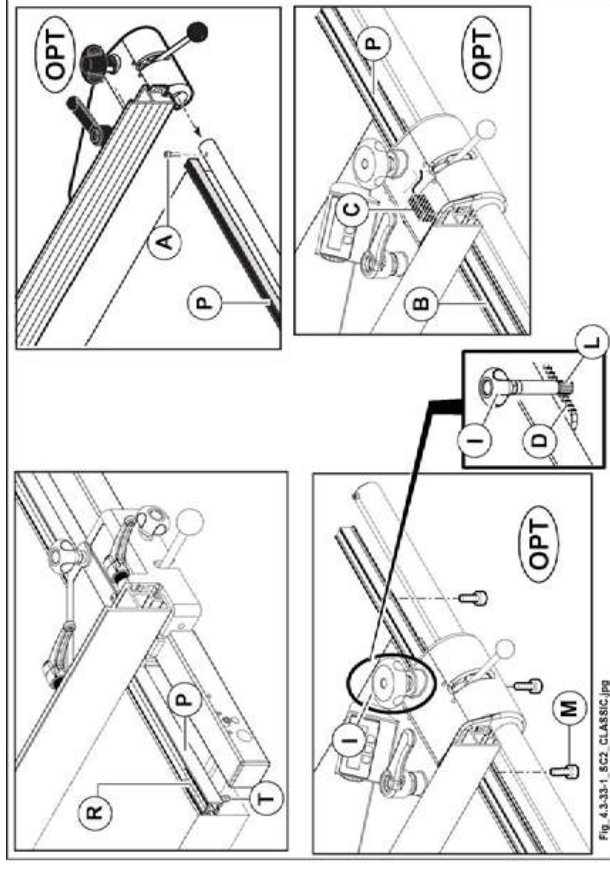

Abb. 4.3-33-1
- die Schrauben (M Abb. 4.3-33-1) lösen;
- den Knopf (I Abb. 4.3-33-1), nach unten drücken, die Zahnstange gegen den Stift (L Abb. 4.3-33-1) bis zum Anschlag drücken und die Schrauben (M Abb. 4.3-33-1) festziehen.